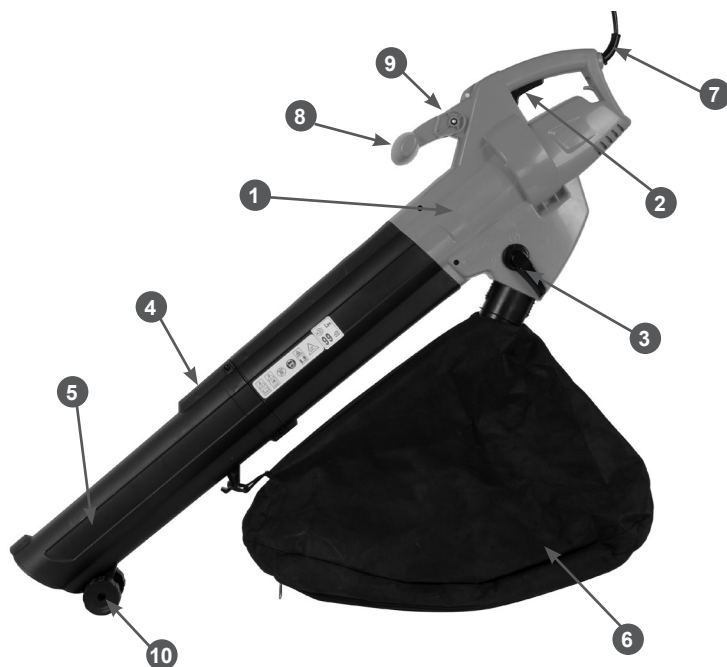

Рис.1 Основные узлы и органы управления
Основные узлы и органы управления воздушного устройства приведены на Рис. 1.
Вставьте промежуточную трубу 4 всасывания / нагнетания (Рис. 1) в корпус устройства 1 и закрепите ее с помощью двух винтов. Установите концевую трубу 5 устройства в промежуточную трубу 4 и закрепите ее с помощью двух винтов (Рис.1). Убедитесь в том, что трубы правильно установлены, и надежно закреплены.
- определить режим/режимы использования устройства. Переключение режима работы (всасывания или нагнетания) осуществляется переключателем 3 (Рис. 1).
Возьмите устройство за рабочие рукоятки двумя руками, немного приподнимите его, так чтобы отверстия концевой трубы были свободны для движения воздуха и нажмите на рычаг выключателя (Рис. 1). Устройство заработает. Оно будет продолжать работать все время, пока Вы нажимаете на рычаг выключателя. Чтобы выключить устройство достаточно отпустить рычаг выключателя.